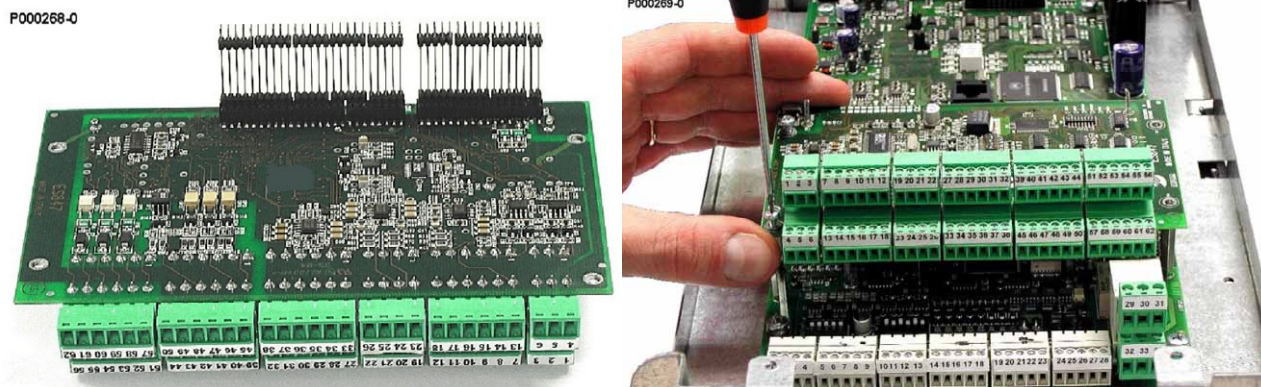

Figura 159: Inserção das strips na placa ES847 e fixagem da placa no slot C
- 3) Inserir as duas strips de contato provisionadas na parte inferior da placa ES847 atentando para que todos os contatos entrem nas relativas sedes do conector. Inserir a placa ES847 na placa de comando do inversor PENTA atentando para que todos os contatos entrem nas relativas sedes do conector dos sinais. Fixar a placa às colunetas metálicas já predispostas na placa de comando mediante os parafusos provisionados. (Figura 159).